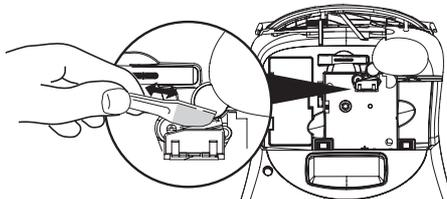

Figura 11
3. Passe com cuidado a parte almofadada do utensílio sobre a cabeça de impressão. Veja a figura 11.